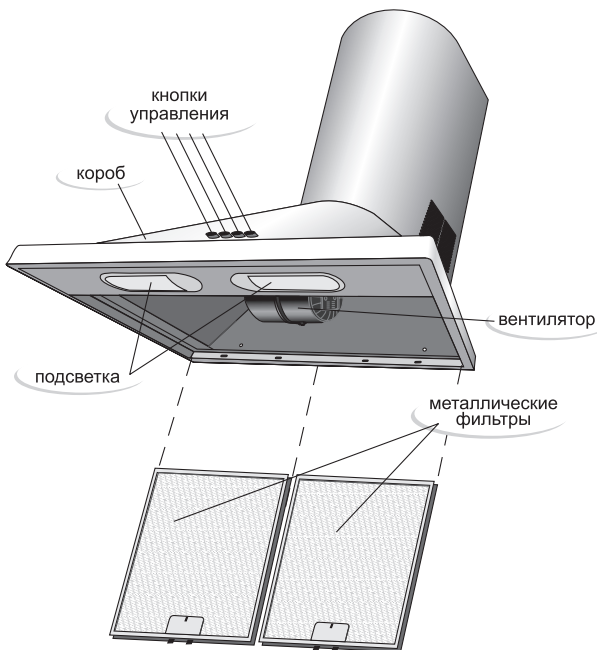
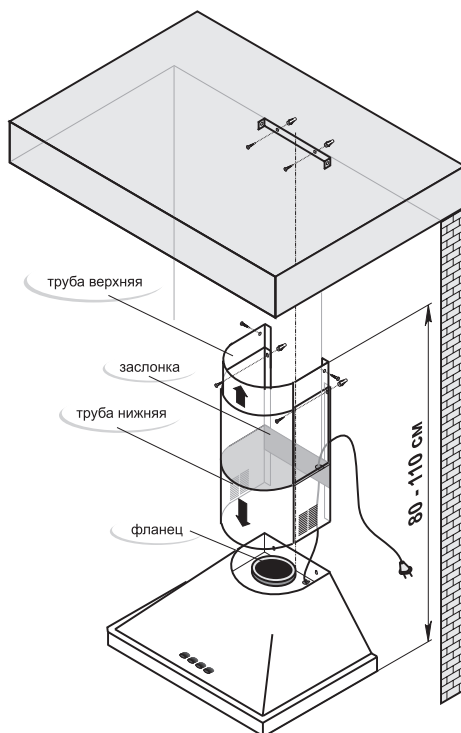

Рис. 1
Рис. 5
- 5.1 Внутри короба воздухоочистителя (рис. 1) располагаются вентилятор и узел подсветки. Снизу короб закрывается металлическим фильтром. На передней поверхности короба расположены кнопки управления работой воздухоочистителя. В верхней полости короба воздухоочистителя (рис.5) находится фланец для отвода очищенного воздуха.
ВНИМАНИЕ: МИНИМАЛЬНОЕ РАССТОЯНИЕ МЕЖДУ ПЛОСКОСТЬЮ УСТАНОВКИ ПОСУДЫ НА ПЛИТУ (НАГРЕВАТЕЛЬНОЙ ПОВЕРХНОСТЬЮ) И ВОЗДУХООЧИСТИТЕЛЕМ ДОЛЖНО БЫТЬ 75 СМ. ВОЗДУХООЧИСТИТЕЛЬ КРЕПИТЬ НА РОВНУЮ ПОВЕРХНОСТЬ (РИС.5)!